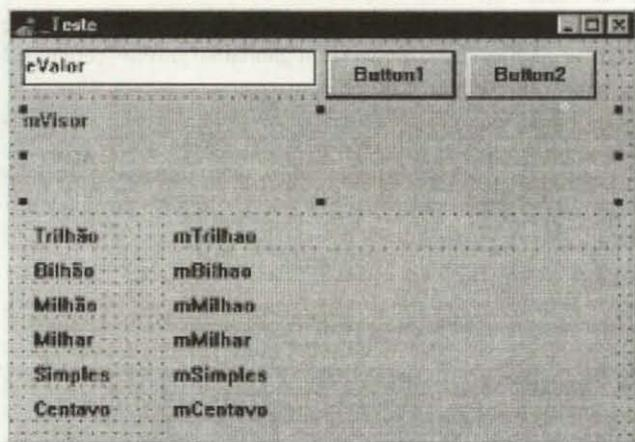

Figura 2
5. Adicione ao formulário `_Teste` (figura 2) os seguintes objetos: